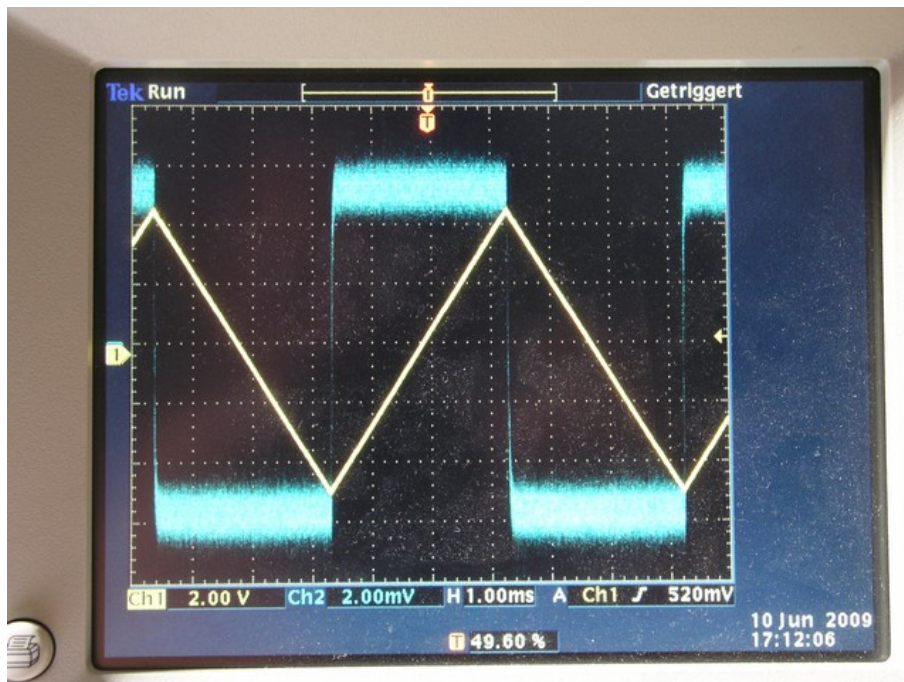

Abb. 1: Ein dreieckförmiges Spannungssignal liefert durch Induktion eine Rechteckspannung.
- Eine Spule wird mit einer Dreiecksspannung angesteuert. In der Spule befindet sich eine zweite Spule. Beide Spannungen werden auf dem Oszilloskop verfolgt. Die Spannung in der zweiten Spule zeigt einen Rechteckförmigen (Abb. 1) Verlauf, dies entspricht der Ableitung $U_{ind} = -L \frac{dI}{dt}$.